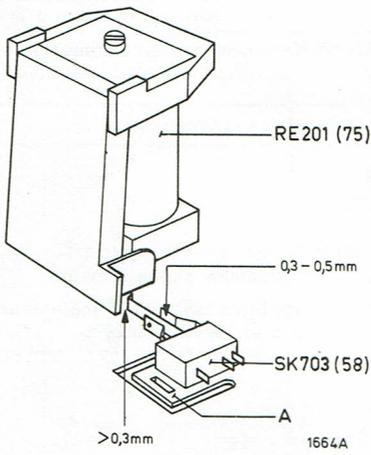

Fig. 14
- Quand l'aimant est désexcité, les contacts du commutateur 58 doivent être fermés. Le réglage se fait en courbant la patte A (voir fig. 14).
- Lorsque l'aimant est excité, la distance entre les contacts ouverts du commutateur 58 doit être de 0,3 - 0,5 mm. Le réglage se fait en courbant les contacts (voir fig. 14).